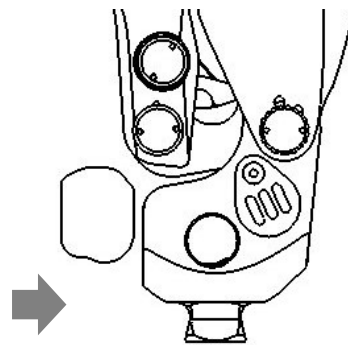

Fig.4 Direzione ammortizzatore
- Durante la sostituzione dell'ammortizzatore, accertarsi della direzione dell'ammortizzatore stesso, alto-basso e davanti-dietro (Vedi Fig.4)